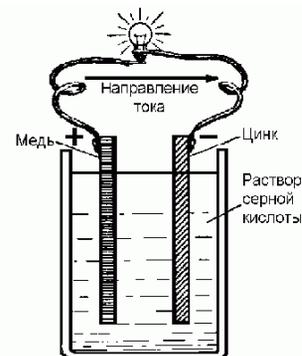

Рис. 2.
2. **Опыт.** Соберем элемент Вольта. Для этого понадобится стеклянный стакан с раствором медного купороса, два электрода – цинковый и медный и держатель электродов. Подключим к элементу Вольта электрическую лампочку. Лампа загорится (рис. 2).